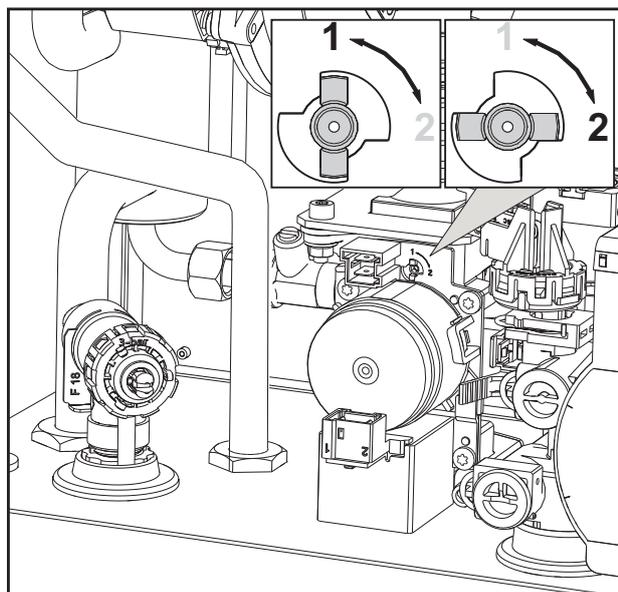

fig. 32
3. Tourner la vanne (Throttle) (fig. 32) selon la position indiquée dans le tableau 5.